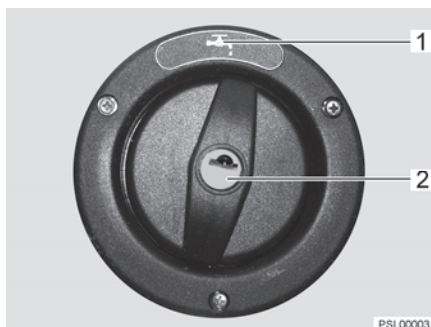

Bild 136 Lock för påfyllningsöppningen för dricksvatten
Påfyllningsöppningen för dricksvatten är märkt med symbolen  (Bild 136,1). Locket låses och låses upp med nyckeln till de utvändiga låsen (utvändiga luckorna).
- Stick in nyckeln i låscylindern (Bild 136,2) och vrid ett kvarts varv moturs.
- Öppna påfyllningsöppningen för dricksvatten (Bild 136).